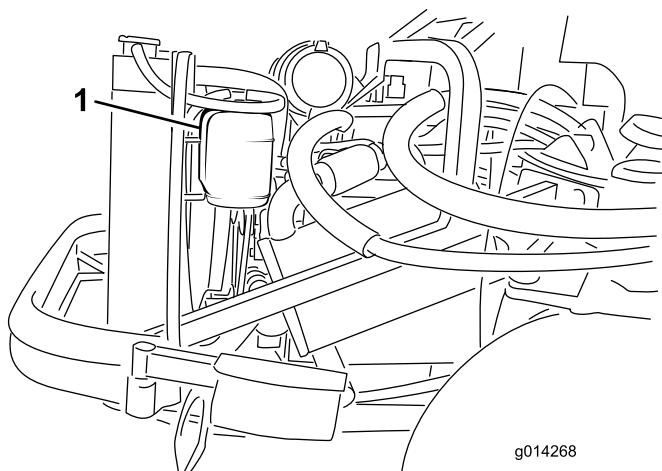

Figura 42
1. Verifique o nível de líquido de arrefecimento do depósito secundário (Figura 42). Este deve situar-se entre as marcas existentes no exterior do depósito.